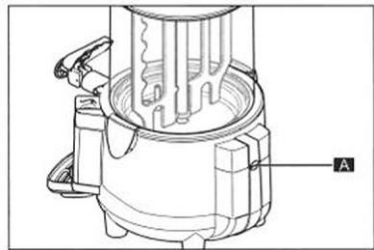

Fig. 2
4. Retire o parafuso de retenção (A) (fig. 2) com uma ferramenta adequada.